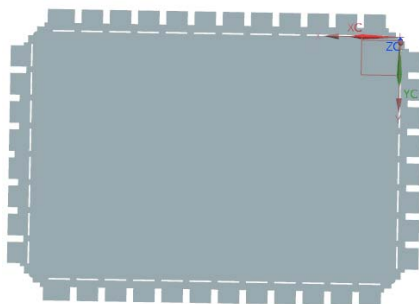

图 2-67 创建法向除料特征
(6) 在“法向除料”对话框中，单击 **< 确定 >** 按钮，创建法向除料特征，如图 2-67 所示。